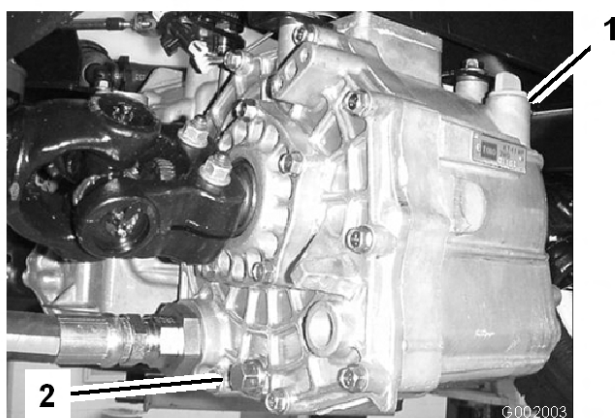

Figure 65
3. Retirez le bouchon de vidange sur le côté du réservoir et laissez l'huile s'écouler dans le bac de vidange (Figure 65).